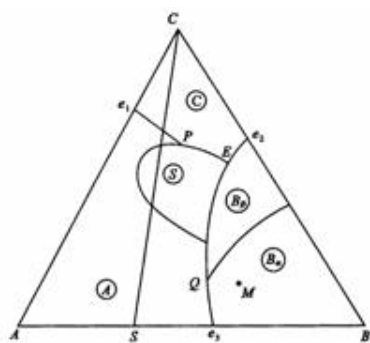

图6-19
6-31根据图6-19回答下列问题：(1) 用箭头标出各界线的温度下降方向并说明界线性质的；(2) 指出各无变量点 E 、 P 、 R 、 Q 的性质，并写出其相平衡关系；(3) 写出熔体 M 的结晶过程，说明液相离开 R 点的原因；(4) 画出 AB 、 BC 二元系统相图。